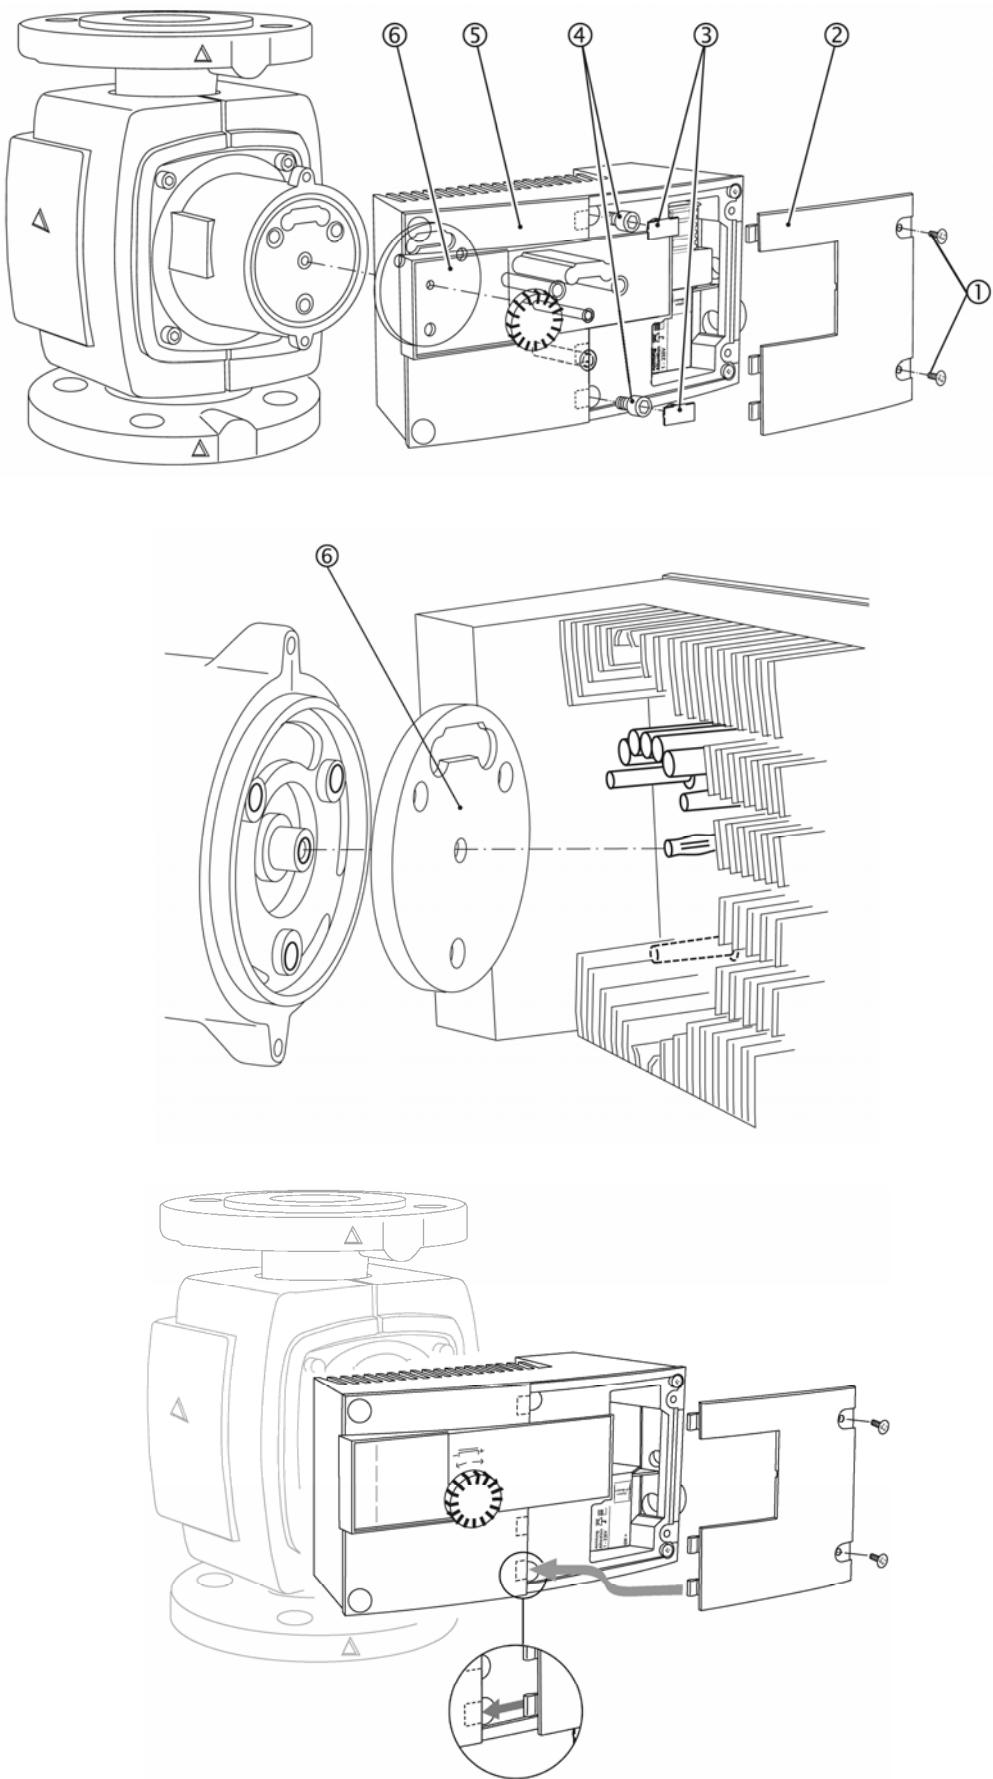

Рис. 4
- Снимите крышку клеммной коробки: (см. рис. 4)
- Вставьте крышку клеммной коробки в пазы и закрутите винты: см. рис. 4